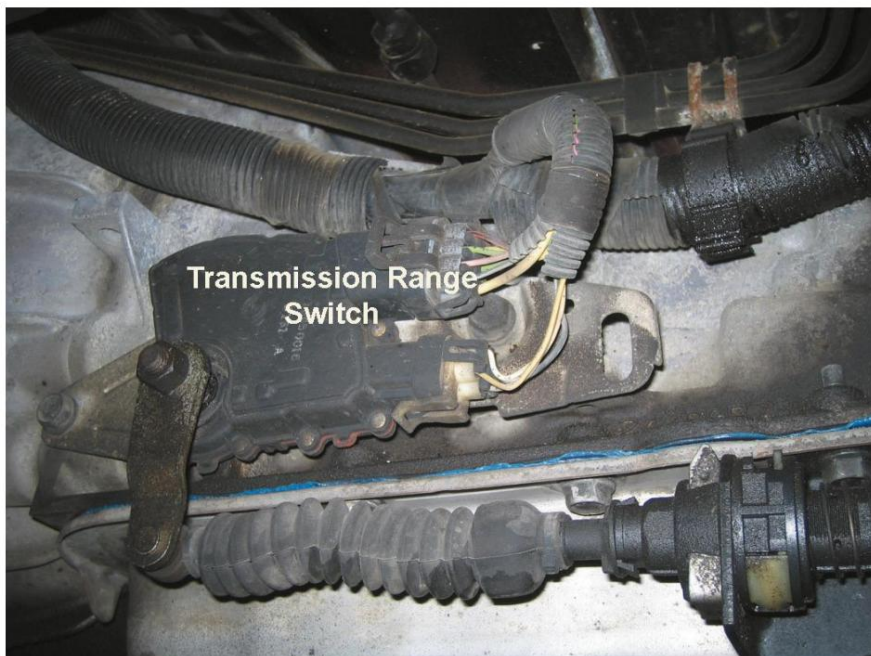

Figura 2. Interruptor TR en el costado de la transmisión.
El interruptor de rango de transmisión (TR) (sensor) se utiliza como entrada para el PCM/TCM, que indica el rango de marcha solicitado por el conductor. Este interruptor suele ubicarse en la parte exterior de la caja de cambios, en la carcasa de la transmisión/transeje, y está conectado a la palanca de cambios. Al mover el selector de rango de marcha, el interruptor TR puede realizar diversas conexiones para cada rango de marcha. Estas entradas permiten al TCM determinar qué rango de marcha se ha seleccionado. Figura 2.